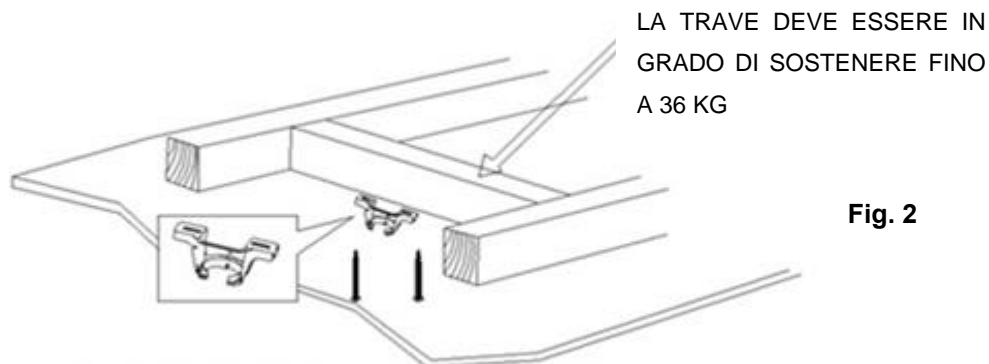

Fig. 2
- Fissare la staffa di supporto a una struttura o una trave del soffitto in grado di sostenere un carico di almeno 36 kg con le due viti lunghe fornite. Assicurarsi che almeno 30 mm della vite siano inseriti nella struttura (Fig. 2).